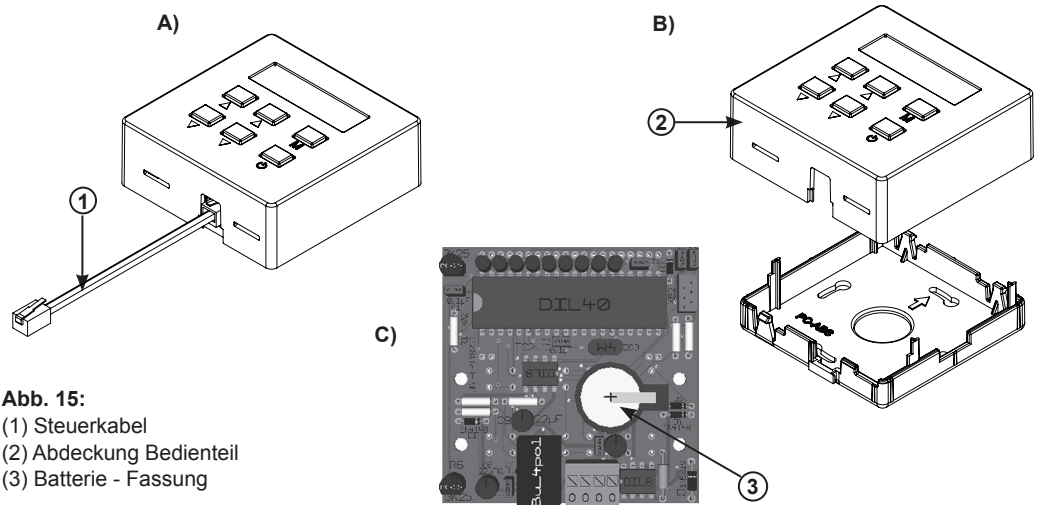

Abb. 15:
- Trennen Sie das Steuerkabel (1) vom Bedienteil.
- Öffnen Sie das Bedienteil indem Sie die Abdeckung (2) anheben.
- Die Fassung (3) für die Batterie liegt auf der Platine. Entnehmen Sie die Batterie und ersetzen sie gegen ein neue, wie im Abb. 15 C dargestellt.